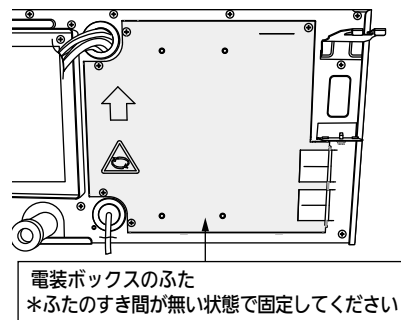

図18
- 別売品の配線を電装ボックスへ引き込む際、配線が重なるとふたを締めた後すき間が出るので重ねないようにしてください。(図18)